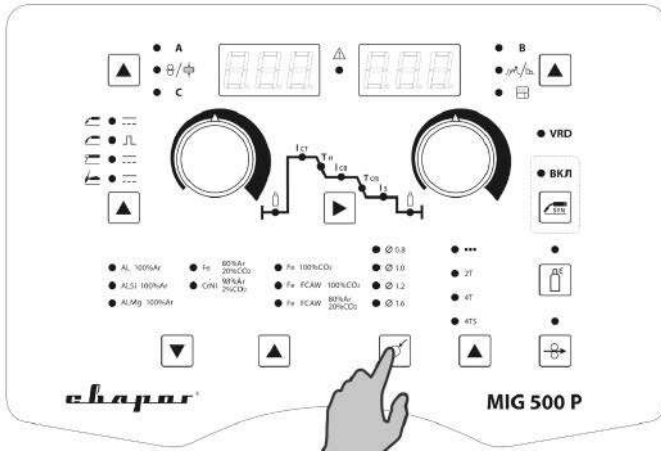

Рис. 8.7.5. Выбор диаметра сварочной проволоки.
5. Выберите диаметр сварочной проволоки (см. рис. 8.7.5) в зависимости от толщины свариваемого металла (см. табл. 7.0.2, поз. 13).